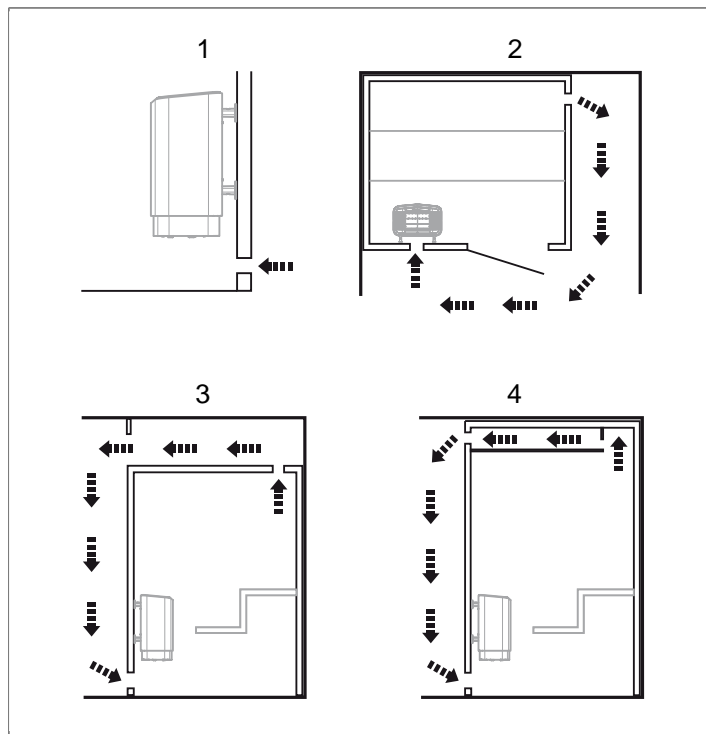

Fig 6: Emplacement des bouches d'entrée et de sortie d'air
- avec une distance maximale par rapport à la bouche d'entrée d'air, par exemple en diagonale (cf. **Fig 6**, page 4).
- en hauteur sur la cloison, ou au plafond (cf. **Fig 6**, page 4).